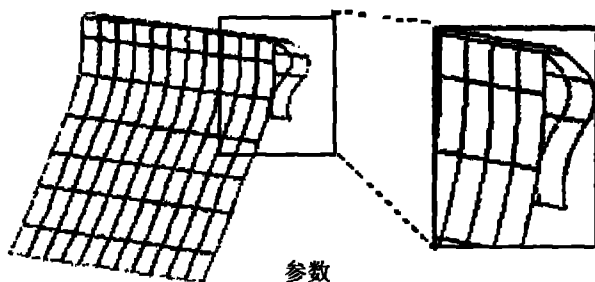

图 1.28 Parameter 对齐方式
- **Parameter(参数):** 如图 1.28 所示，空间中的点将会沿着所指定的曲线以相等参数的间距穿过曲线产生薄体，所选曲线的长度将完全被等分。